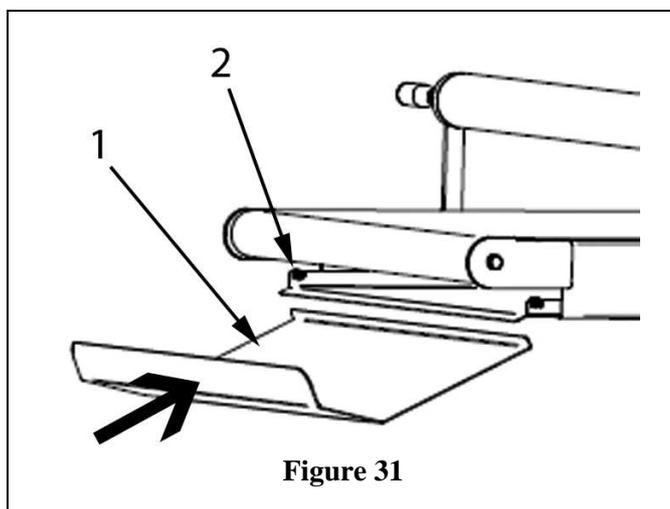

Figure 31
2. Amenez le plateau (Figure 31, pos. 1) à l'extrémité de la bande transporteuse sous le rouleau (Figure 31, pos. 2).